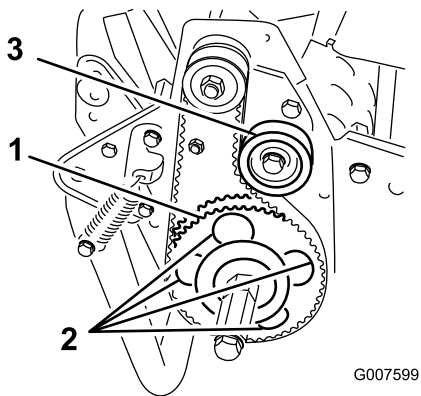

图45
- 7. 旋转从动皮带轮，直至孔与轮鼓轴承的4 个凸缘螺丝对齐（图45）。
11. 调节皮带张紧度，拧紧怠轮皮带轮安装螺丝（图45）。